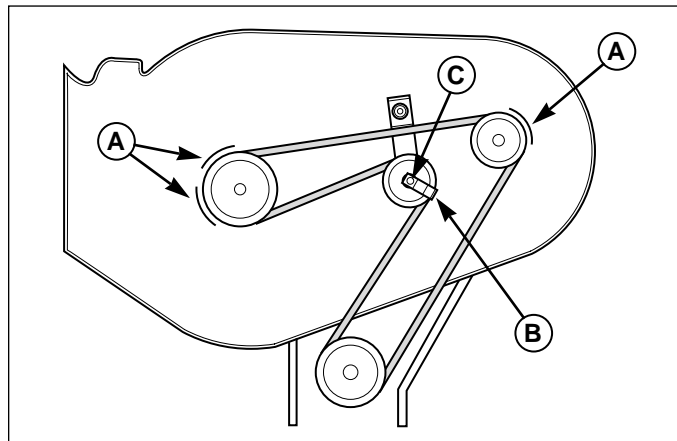

Figure 39. Cheminement de courroie de la tondeuse – Tondeuse de 97 cm
3. Desserrer les écrous de fixation des guides de courroie (A, Figure 39).
4. Noter l'emplacement du guide de courroie du galet tendeur (B). Desserrer la vis à tête du galet tendeur (C).
5. Retirer l'ancienne courroie des poulies et installer la neuve, comme illustré à la Figure 39.
6. Serrer la boulonnerie des guides de courroie (A).
9. Desserrer la vis à tête du galet tendeur (C).
10. Faire tourner le guide de courroie du galet tendeur (B) dans le sens horaire jusqu'à ce qu'il soit écarté de quelques degrés de la courroie.
11. Maintenir le guide de courroie en place tout en resserrant la vis à tête du galet tendeur (C).